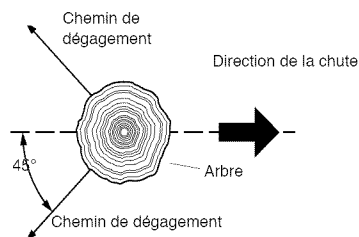

Figure 11 - Chemin de dégagement pour s'éloigner de l'arbre
3. Avant d'abattre un arbre, prévoir un chemin de dégagement et le dégager. Le prévoir à l'opposé de la direction de chute de l'arbre et à un angle de 45°. (voir la Figure 11, à la page 61).